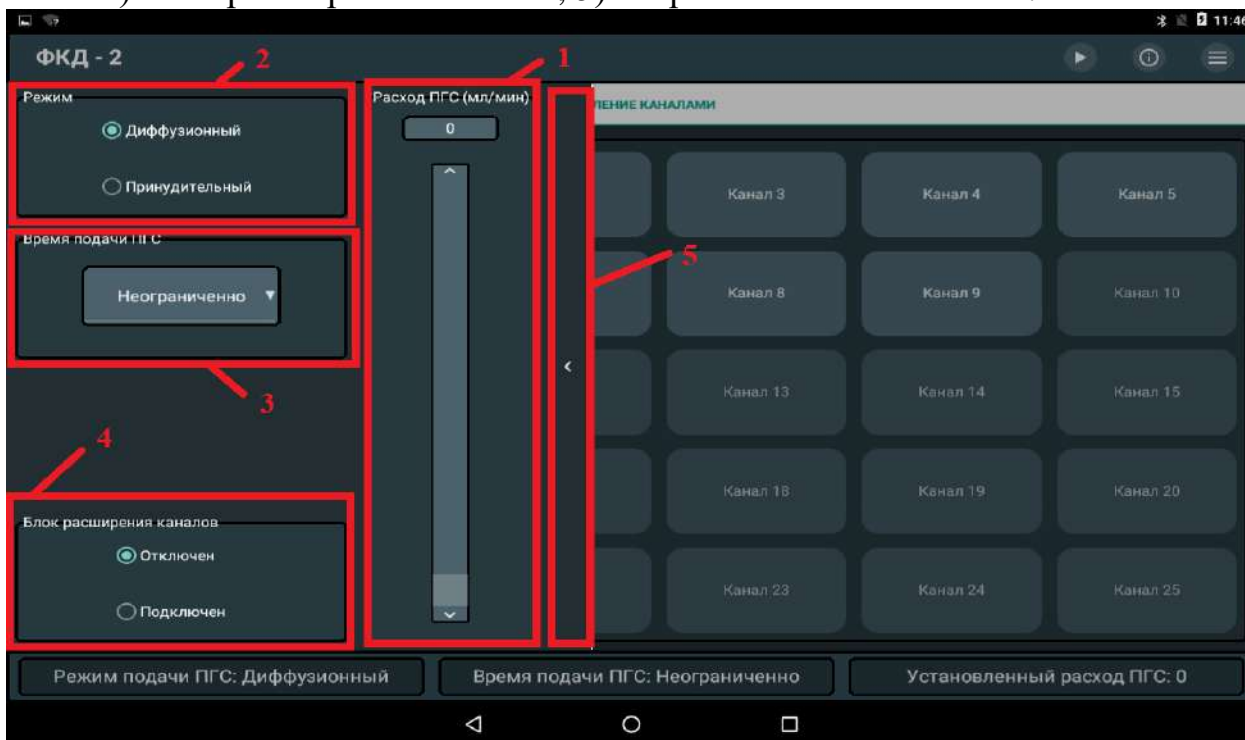

Рисунок 7.2.4 Боковая панель
7.3.16 Установить режим подачи ПГС (Рисунок 7.2.4 пункт 2).
7.3.17 Установить время подачи ПГС (Рисунок 7.2.4 пункт 3).
7.3.18 Закрывать боковую панель (Рисунок 7.2.4 пункт 5). Программа вернется на вкладку «Управление каналами». При закрытии приложения настроечные параметры: установленный расход, режим подачи ПГС, время подачи ПГС сохраняются и при последующем запуске приложения не требуют повторного ввода.